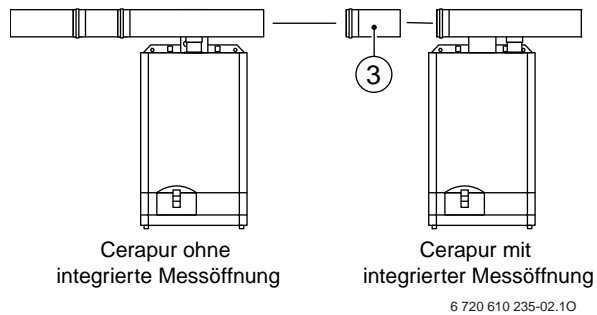

Bild 3 Mischinstallation, 2 Geräte
Bei Mischinstallation von Thermen gemäß Bild 3 ist das Verlängerungsstück DN 150 (185mm) (3) zwischen die Verbrennungsluftrohre einzufügen.